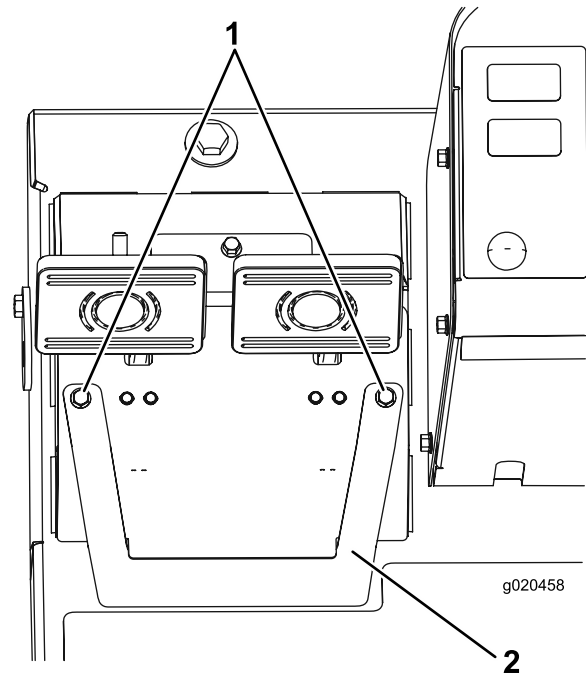

Figura 66
- A. Allentate le 2 viti di fissaggio e rimuovete il coperchio di regolazione dei freni (Figura 66).